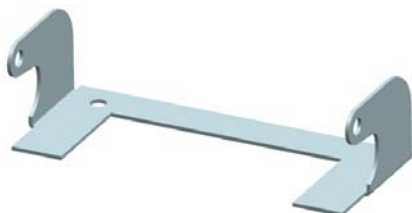

图 6-54 创建孔特征
(5) 在“孔”对话框中，单击按钮，创建孔特征，如图 6-54 所示。